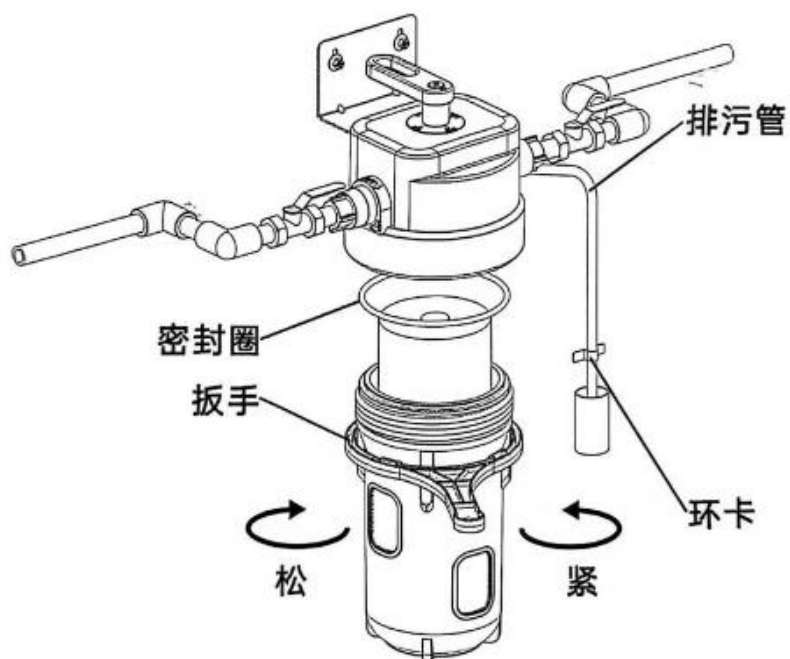
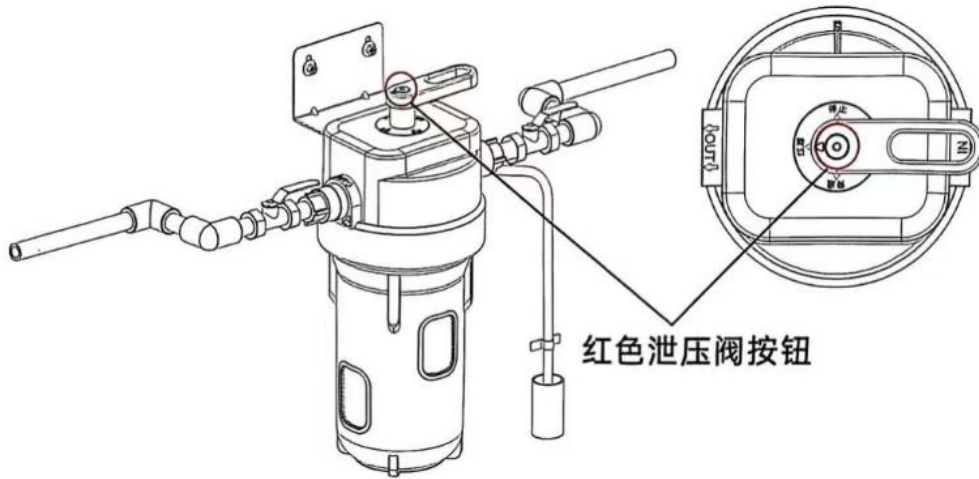

图2
图3
- (2) 用标配滤瓶扳手顺时针方向拧开滤瓶并清洗干净，如图 2；
- (3) 将新滤芯装入滤瓶，请把滤瓶内侧底部凸起套入滤芯中心孔，检查滤瓶顶部密封圈位置是否正确；
- (4) 用标配滤瓶扳手逆时针方向拧紧滤瓶和滤瓶盖，如图 2；
- (5) 慢慢地将工位转动至反洗工位，等待冲洗 5 分钟，进行首次使用前的冲洗；
- (6) 慢慢地将工位转动至过滤工位，按一下红色泄压按钮，排空滤瓶内的空气，如图 3；
- (7) 打开水龙头排水 2 分钟，再关闭水龙头，等待 10 分钟，检查各个接头部件是否有漏水、渗水现象。